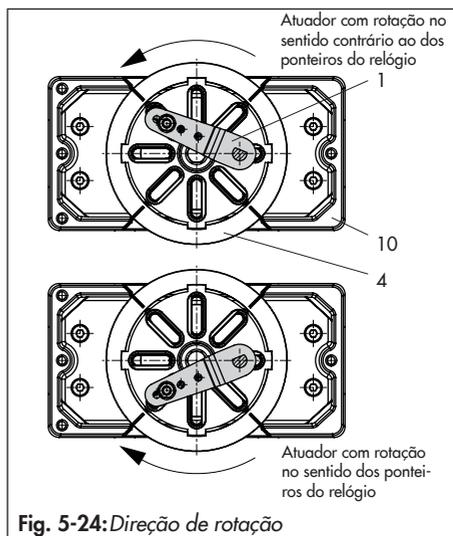

Fig. 5-24: Direção de rotação
5. Aperte o disco de acoplamento (4) no veio ranhurado do atuador ou do adaptador (3) utilizando o parafuso (4.1) e a anilha de pressão (4.2).
6. Desaperte o pino transmissor standard (2) do braço M (1) do posicionador. Fixe o pino transmissor (Ø5 mm) incluído no kit de montagem para a posição de pino a 90°.
7. Monte a placa de ligações (6) para a ligação G ¼ ou o bloco de montagem de manómetros (7) com manómetros no posicionador. Certifique-se de que os dois vedantes (6.1) estão bem assentes. Os atuadores rotativos sem mola de duplo efeito requerem a utilização de um amplificador invertido no lado da ligação da caixa do posicionador (consulte a secção 5.6.7).
8. Coloque o posicionador na caixa (10) e aparafuse firmemente. Tendo em consideração a direção de rotação do atuador, ajuste o braço (1) de modo a encaixar o pino transmissor na ranhura correta (Fig. 5-24).